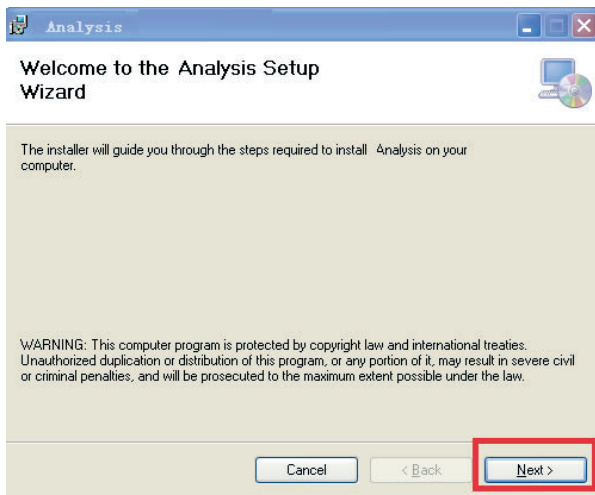

图 2-8
4. 顺利进入主程序安装界面，如图 2-8 至 2-11 所示：